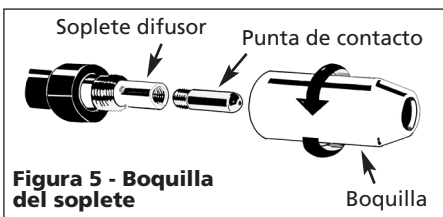

Figura 5 - Boquilla del soplete
- Desenrosque la boquilla y la punta de contacto del extremo de soplete (Ver la Figura 5). Enchufe la soldadora en un tomacorriente adecuado.
9. Con cuidado deslice la punta de contacto sobre el alambre, enrosque la punta en el extremo del soplete y vuelva a instalar la boquilla (Ver la Figura 5). Corte el alambre a cerca de 1/4 de pulgada (6 mm) del extremo de la boquilla.